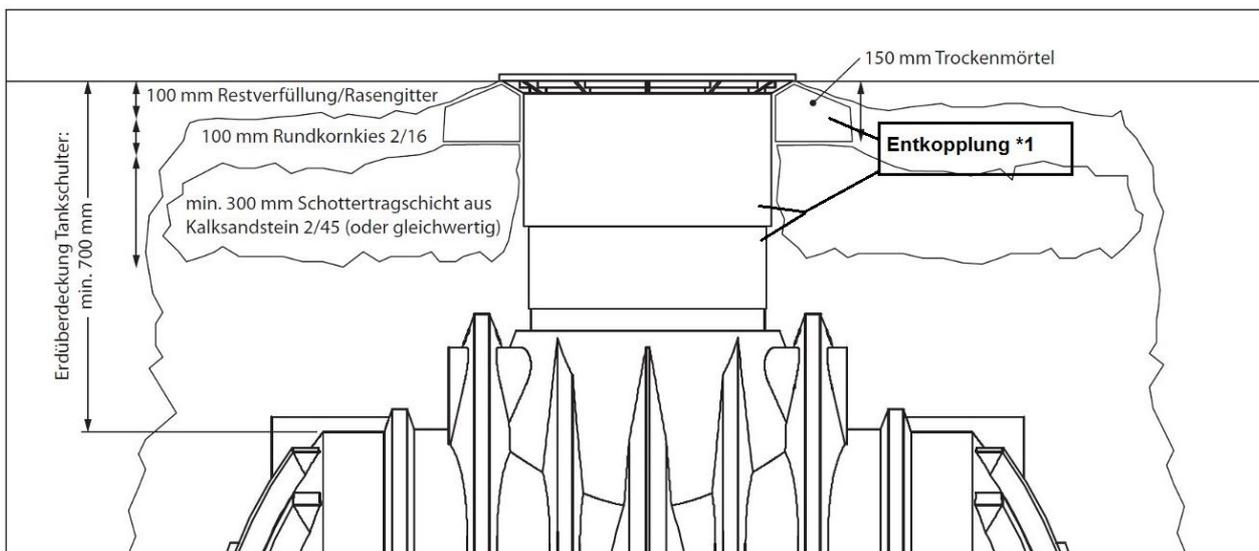

Abbildung 5: Bauseitige Herstellung eines befahrbaren Überbaus mit Teleskopdom oder Teleskopsegmentes
- Ergänzend zur Schottertragschicht wird **unterhalb des Rahmens der Abdeckung** eine ca. 150 mm hohe Unterfütterung aus Trockenmörtel (Fertigmischung aus dem Baumarkt) aufgebracht. Diese Schicht muss umlaufend min. 200 mm breit sein und ist direkt am Teleskopdom auszuführen. **Entkopplung *1 Abbildung5**
In ==> Abbildung 5 sind die verschiedenen Schichten